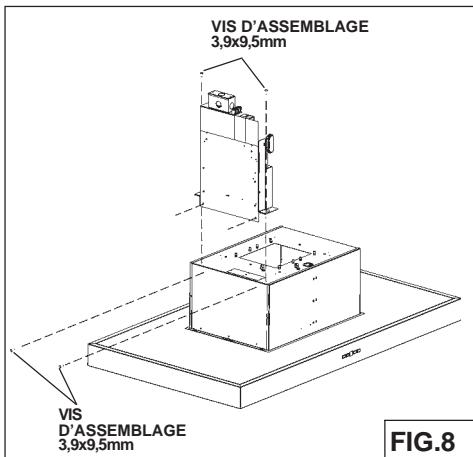

FIG.8
- Fixer la plaque électrique avec 4 vis (3.9x9.5mm) à la hotte, les vis se trouvent à l'intérieur du sachet accessoires (Fig. 8).